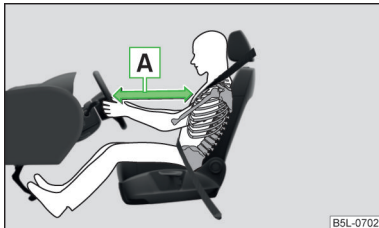

Fig. 10
- Atât pentru șofer cât și pentru pasagerul față este important să păstreze o distanță minimă de 25 cm față de volan, respectiv față de planșa de bord » fig. 10 - A. Dacă nu se respectă această distanță, sistemul airbag nu vă poate proteja – Pericol de moarte! Scaunele din față trebuie să fie întotdeauna reglate corect în funcție de înălțimea corpului.